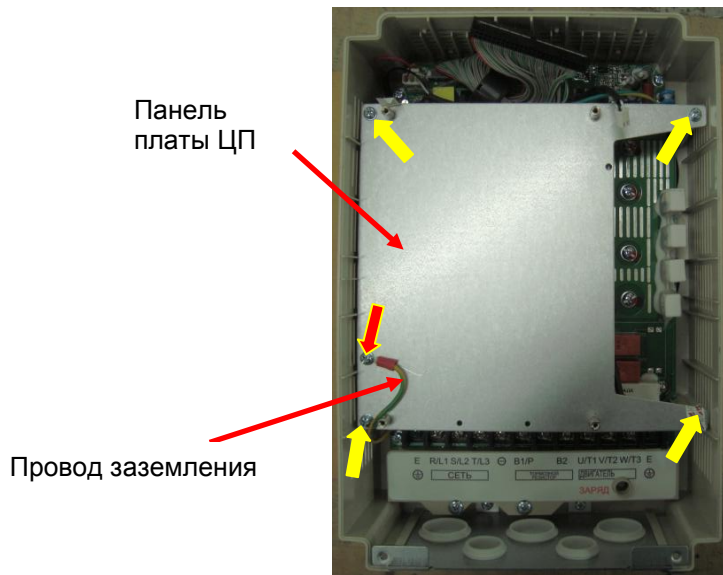

Рис. 7.9
**7.4.10.** Установить панель платы ЦП и закрепить ее четырьмя винтами (желтые стрелки, рис. 7.9).
**7.4.11.** Вкрутить винт крепления провода заземления (красная стрелка, рис. 7.9).